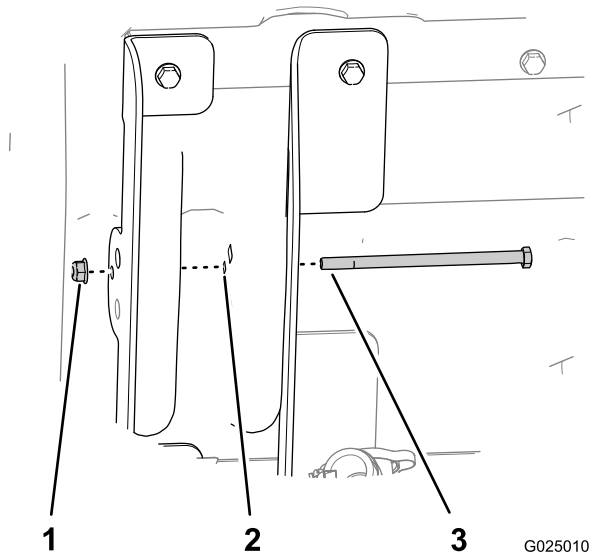

Figura 5
7. Inserite il bullone a testa esagonale (5/16 x 5-1/2 poll.) nel foro da 79 mm nella staffa di sollevamento interna (flange lunghe), nella struttura del pianale e nella staffa di sollevamento esterna del pianale (flange corte) come mostrato in Figura 5.
8. Serrate manualmente il bullone con un dado flangiato (5/16 poll.) (Figura 5).
11. Serrate il dado flangiato che fissa a fondo il bullone (5/16 poll.) (Figura 5).